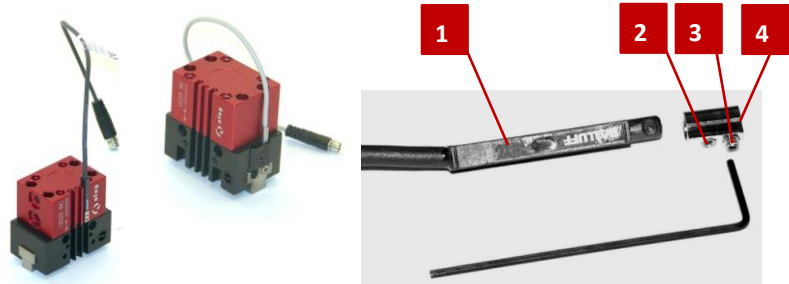

Fig. 8 Installation des capteurs inductifs
1. Insérez le détecteur de proximité (Fig. 8, 1) avec pièce de fixation monté dans la rainure en C.
2. Fixez le détecteur de proximité dans la rainure en C à l'aide des vis de fixation de la pièce de fixation (Fig. 8, 4).